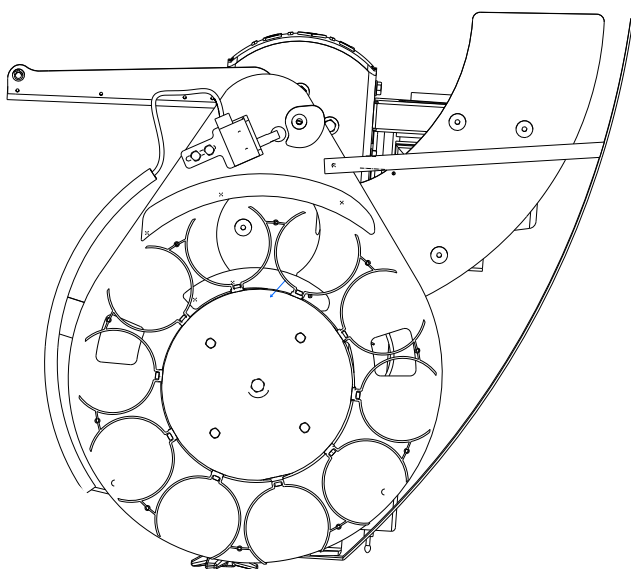

Fig. 1
- !** il braccio di lancio sia in posizione di disarmo (fig. 1);